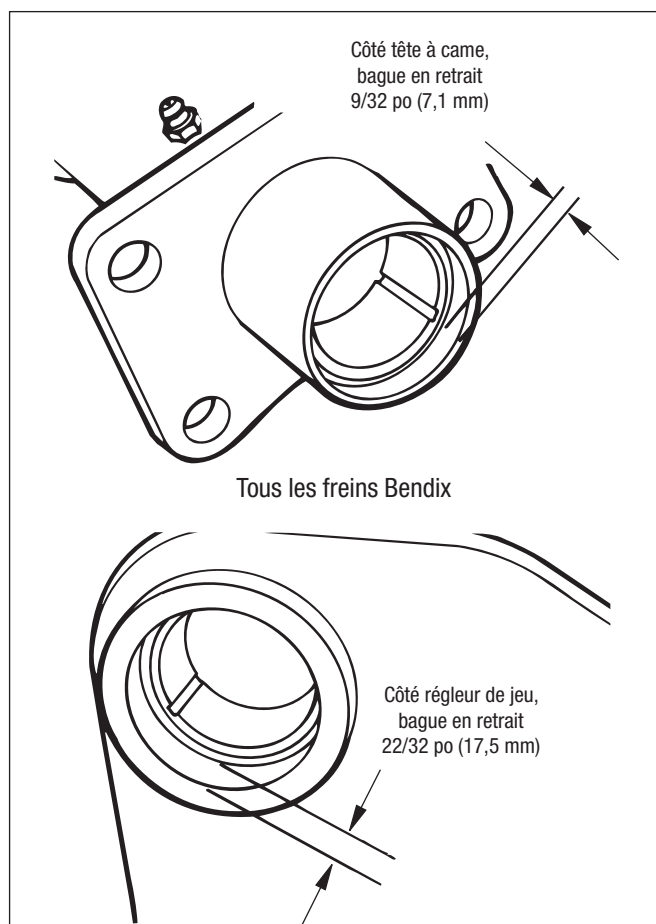

Figure 42 – Pose de la bague du support du récepteur
4. Poser les bagues neuves dans le support du récepteur (essieux directeurs et moteurs) avec un outil de guidage ad hoc. Cf. *Figure 42* pour l'identification et les normes de pose.